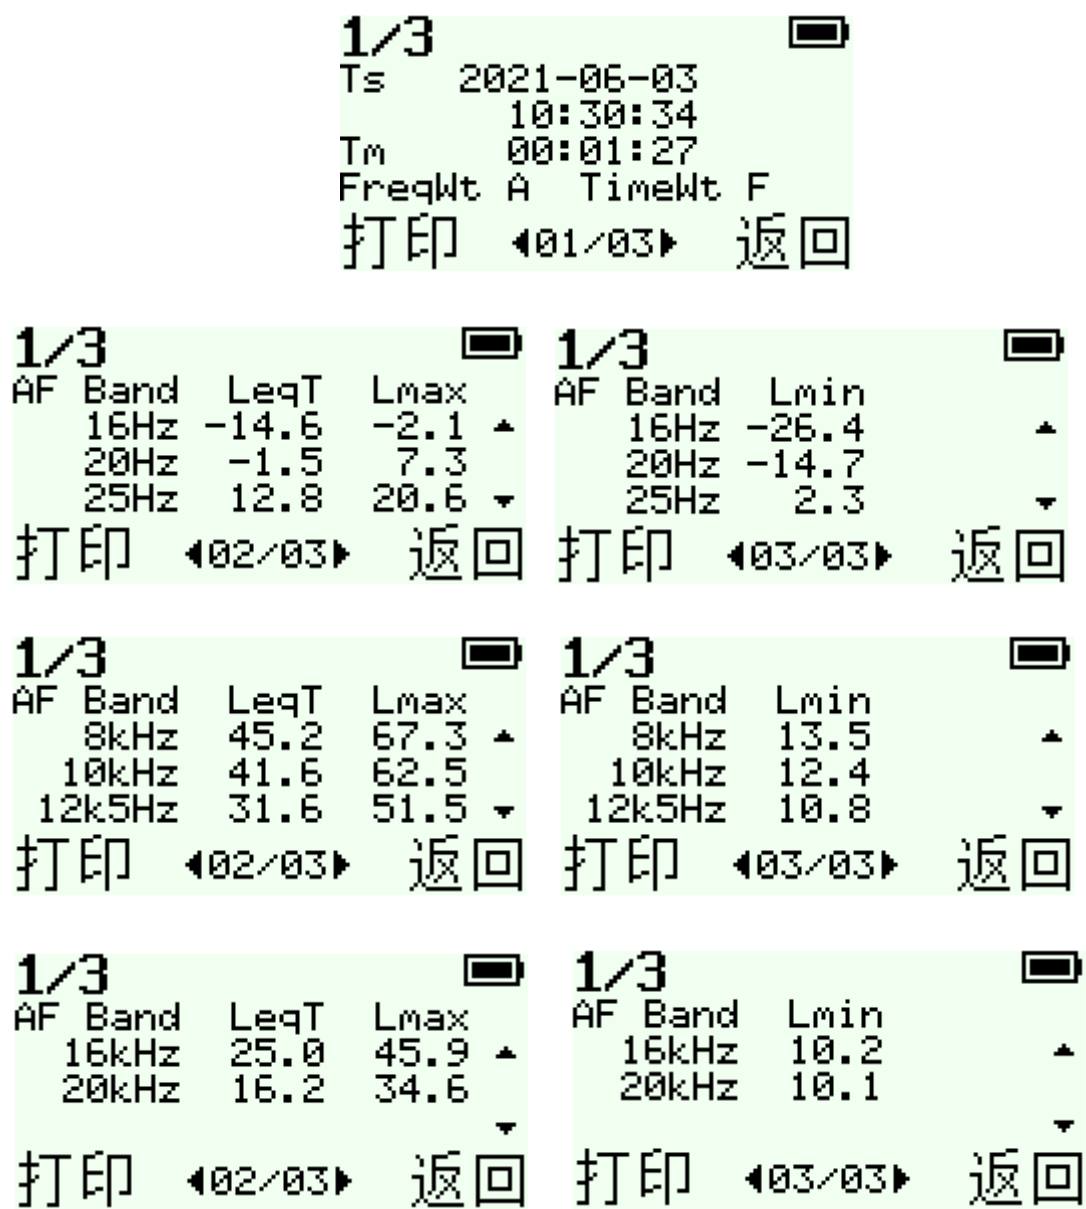

图 11 1/3 倍频程测量结果界面
- e) 测量完毕后，测量结果见图 11。在此界面，用户可以按“左箭头”键或“右箭头”键查看 L_{eqT} 、 L_{max} 和 L_{min} 测量参数，按“上箭头”键或“下箭头”键查看各个频带的测量结果。